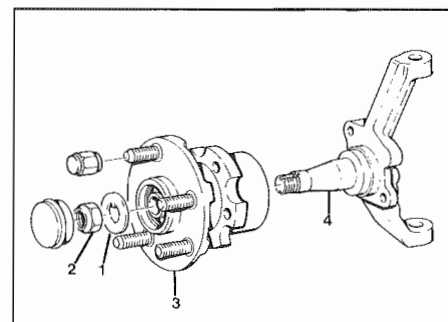

Fig. 16 - 1 - Rondella a nasello
- La rondella a nasello 1 deve scorrere liberamente senza presentare segni di usura (**Fig. 16**).
- Nib washer 1 must move freely and be free of wear signs (**Fig. 16**).